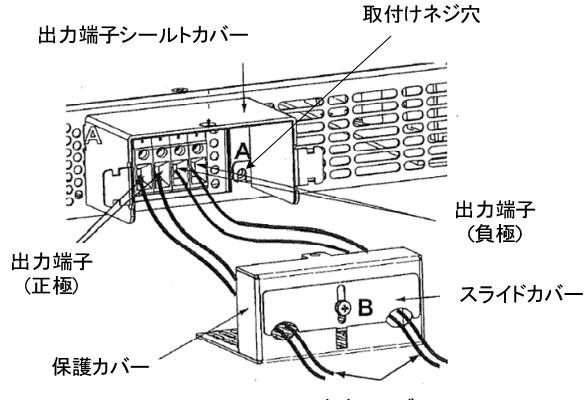

図 2-16 出力部保護カバー取付け
- (4) "A" の 2 つの筐体ネジを図 2-16 の示すとおり途中まで緩めます。
- (5) 保護カバーを筐体に取付け、2 つのネジを締めて保護カバーを筐体に固定します。